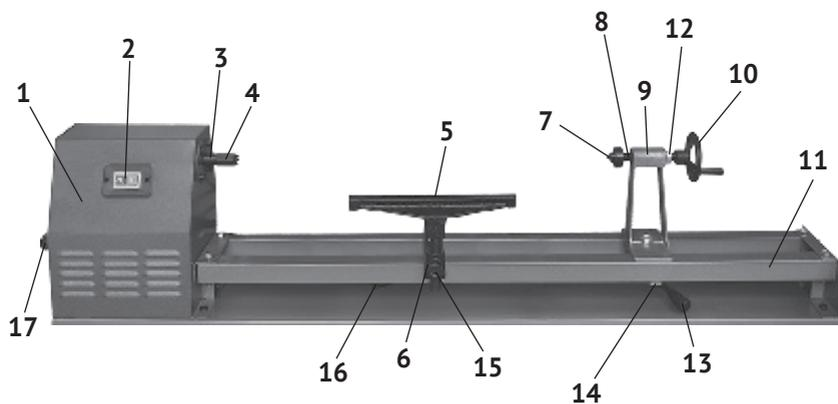

рис.1
1.6 Общий вид станка представлен на рис.1
1.7 На сборной металлической станине (рис.1 поз.11) крепятся основные узлы станка: двигатель с приводом в металлическом корпусе (рис.1 поз.1), задняя бабка (рис.1 поз.9) и опора (рис.1 поз.6) с подручником (рис.1 поз.5). Крутящий момент с якоря электродвигателя клиновым ремнём передаётся на шпиндель. Корпус задней бабки и подручник имеют возможность перемещения вдоль станины (в зависимости от длины заготовки). Кроме того, механизм зад-
ней бабки позволяет перемещать её центр (рис.1 поз.7) ходовым винтом пиноли (рис.1 поз.8) для надёжной фиксации заготовки. Рабочее положение пиноли фиксируется контргайкой (рис.1 поз.12).
1.8 Выключатель – магнитный пускатель (рис.1 поз.2) расположен на корпусе привода. Он имеет две кнопки: зелёная с символом «I» - включение двигателя и красная с символом «0» - выключение двигателя (стандарт МЭК 60417).
3.1.3 Убедитесь, что центр задней бабки собран правильно – имеет возможность крепления заготовки продольным перемещением пиноли (ходового винта). Вращением рукоятки маховика (рис.1 поз.10) переместить пиноль (рис.1 поз.8) вместе с центром (рис.1 поз.7) и закрепить заготовку в рабочем положении. Рабочее положение пиноли фиксируется контргайкой (рис.1 поз.12).
- открутив винт-барашек (рис.1 поз.17), открыть дверцу корпуса привода;